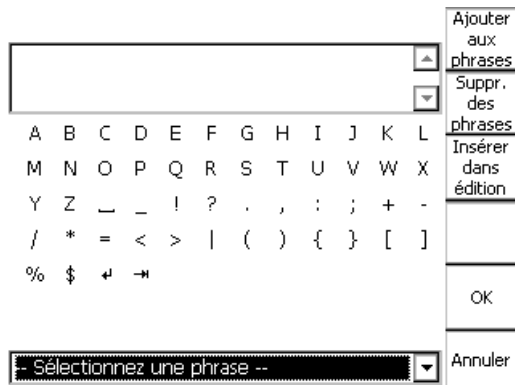

Figure 7-1: L'*Éditeur de texte* du CPC avec la liste déroulante « Sélectionnez une phrase » activée
- Une fois que la phrase choisie est en surbrillance, appuyer sur **Insérer dans édition**. La phrase est alors automatiquement insérée dans le champ de saisie supérieur à la position du curseur (voir la Figure 7-1).